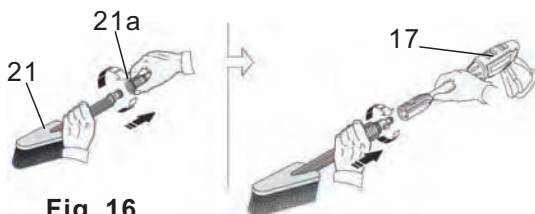

Fig. 16
- > Vissez l'adaptateur (21a) sur la brosse à jantes (21). Puis alignez les languettes de l'adaptateur (21a) avec les rainures du pistolet (17) et emboîtez-le.
- > Montez l'accessoire en le tournant dans le sens des aiguilles d'une montre pour le verrouiller (Fig. 16).